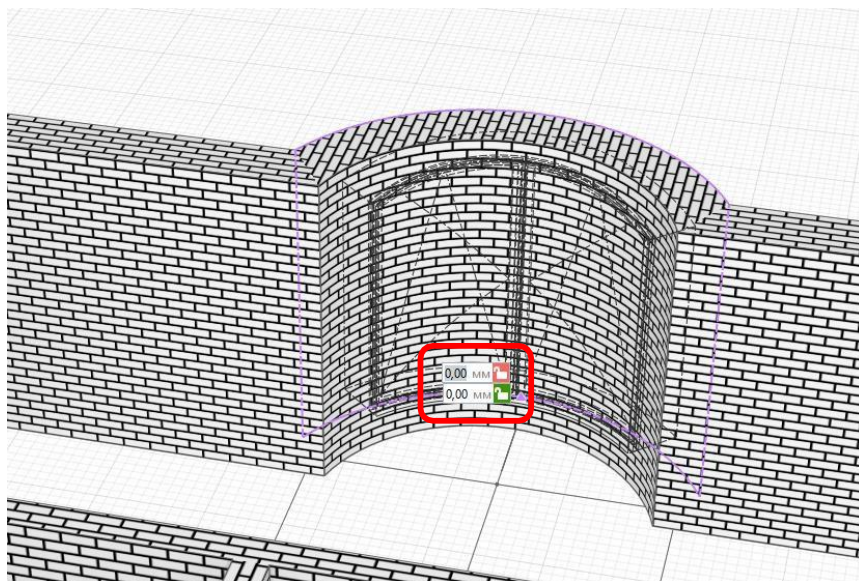

Рис. 7 Вставка окна
1. Вставляем окна. Выбираем инструмент **Окно**. В **Параметрах** указываем: высота – **2500 мм.**, ширина – **3000 мм.**, форма проёма – **арочный**, высота арки – **300 мм.**, смещение по вертикали – **300 мм.**, стиль – **двустворчатое (коричневый ПВХ)**, марка – **ОК1**. Вставляем окно, значение равно нулю (рис. 7)